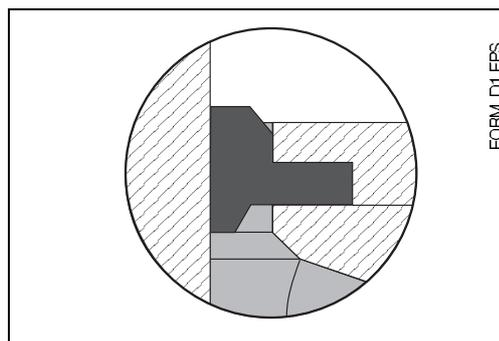

Fig. 3.6 : Implantation du joint F1 à l'extrémité supérieure de la chambre de nettoyage (entrée chambre petit diamètre)
7. Faire glisser l'entretoise (7) depuis la cage de protection le long du piston mobile (3).
8. Insérer le piston mobile avec entretoise dans la chambre de compression (6).
9. Faire glisser la bague de position (4) jusqu'au-dessus du joint torique (O) en montant le piston mobile à travers la pièce intermédiaire (8).
10. Visser le couvercle (5) de la chambre de compression. Serrer les vis manuellement.
11. Utiliser l'un des joints profilés (F1) entre la pièce intermédiaire (8) comme illustré en fig. 3.6.
12. Monter la chambre de nettoyage (12) à l'aide des quatre vis.